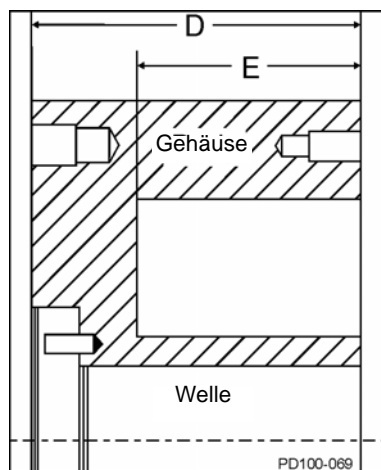
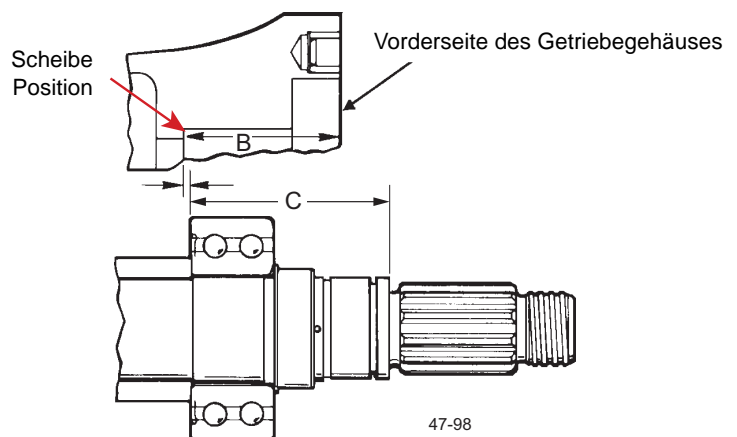

Abbildung 84 - Maße D und E
Abbildung 85 - Maße B und C
- Ist eine Berechnung der korrekten Shims für Austauschwellen, für Lager oder für beides erforderlich, siehe Abbildungen Abbildung 85 und Abbildung 84. Führen Sie die Messungen und Berechnungen mit einer Genauigkeit von drei Dezimalstellen durch (z. B. 0,059).
- Messen Sie „B“ im Getriebegehäuse und „C“ an der Welle (Abbildung 85).
- Messen Sie „D“ und „E“ am Gehäuse (Abbildung 84).
(Legenden für Abbildungen Abbildung 85 und Abbildung 84)